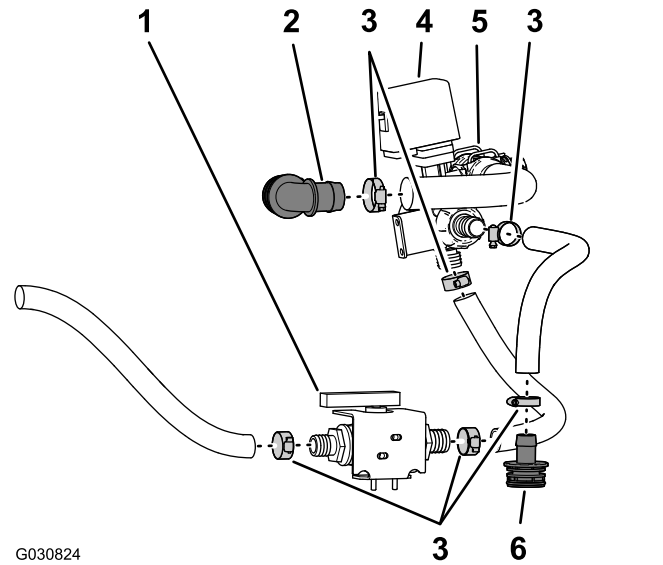

Рисунок 70
2. Снимите шланговый хомут, который крепит шланг к другой стороне шарового клапана (Рисунок 70).
3. Снимите шланговый хомут, который крепит прямоугольный штуцер типа «елочка» к шлангу, идущему от перепускного клапана (Рисунок 70).
4. Снимите шланговые хомуты, которые крепят шланг между прямым штуцером типа «елочка» и клапаном перемешивания (Рисунок 70).
1. Снимите шланговые хомуты, которые крепят шланг между шаровым клапаном и нижней частью клапана перемешивания (Рисунок 70).